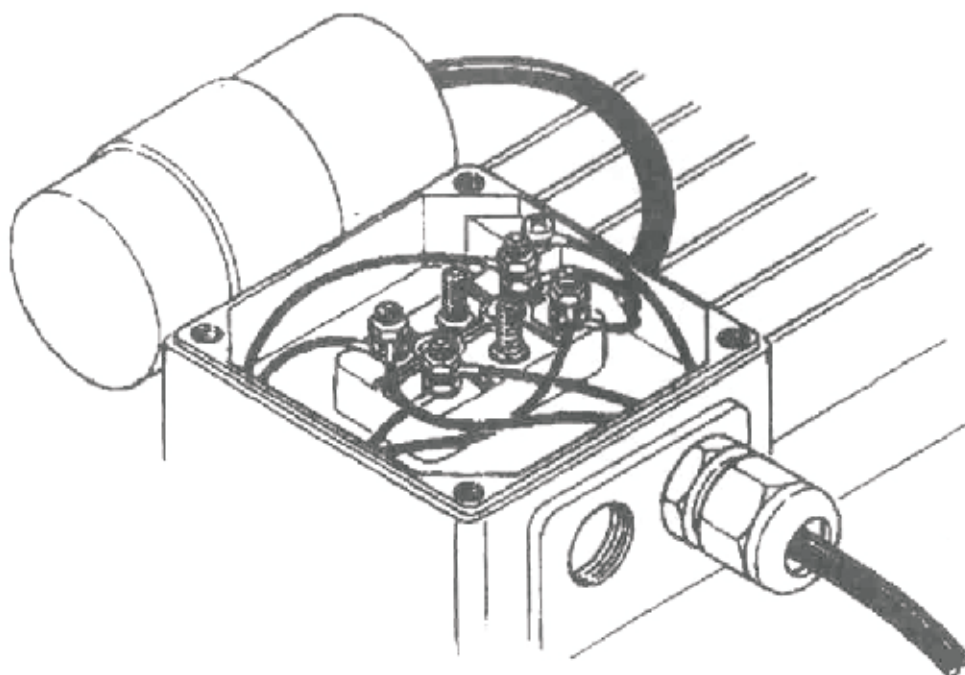

rys. 2
- Przewód uziemiający musi być podłączony do wszystkich metalowych części urządzenia, które nie przewodzą prądu, ale są otwarte i mogą przypadkowo znaleźć się pod napięciem (rys. 2 i 5, strony 8 i 10).